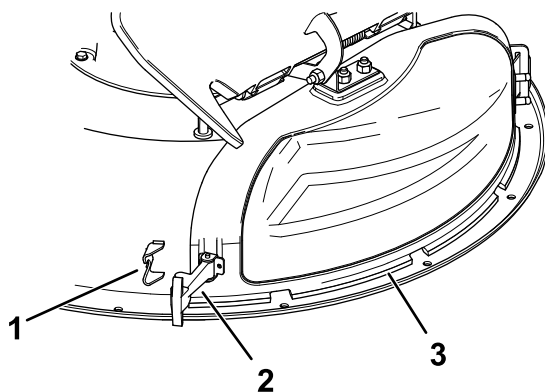

Рисунок 11
3. Отсоедините гибкую защелку от держателя защелки на крышке выброса и поверните крышку выброса вправо (Рисунок 11).
- Прикрепите крышку выброса к деке, зацепив гибкую защелку на крышке выброса за держатель на деке (Рисунок 11).